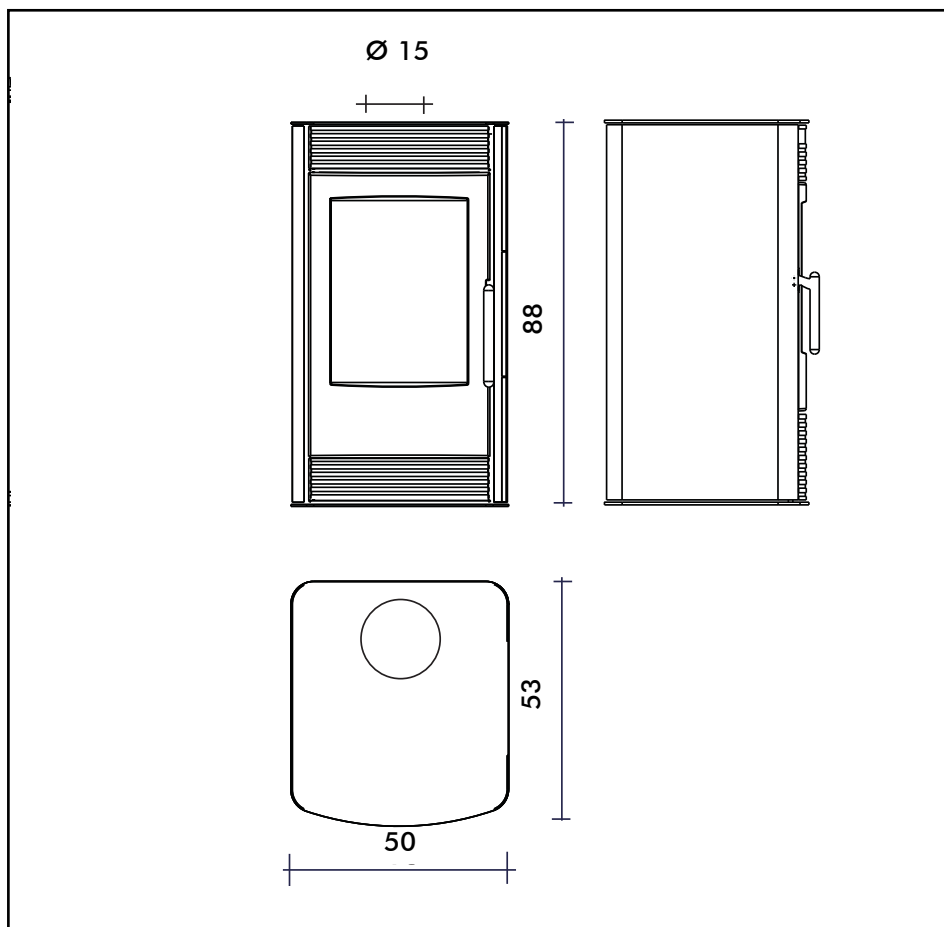

FIG. 4
- La regolazione dell'aria primaria si ottiene agendo sulla levetta **A** (Fig. 4), situata sulla sinistra della portina inferiore.
PRIMA ACCENSIONE (Fig.4 - pag.3)
- Aprire la valvola dell'aria comburente posizionando la leva **A in posizione 2 (Fig.4 pag.3)**, aprire la valvola di tiraggio eventualmente inserita nel tubo di collegamento alla canna fumaria (canale da fumo).
- A fuoco troppo intenso si consiglia di chiudere parzialmente la valvola dell'aria comburente posizionando la leva **A in posizione 1 (Fig.4 pag.3)** e di chiudere leggermente la valvola di tiraggio eventualmente installata sul tubo di collegamento alla canna fumaria (canale da fumo).